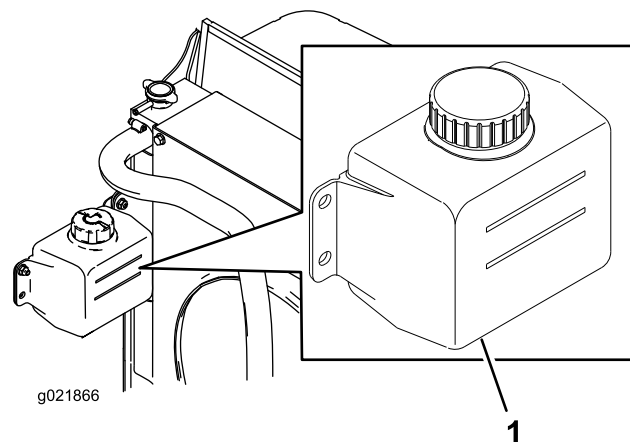

Рисунок 84
1. Проверьте уровень охлаждающей жидкости в расширительном бачке (Рисунок 84).